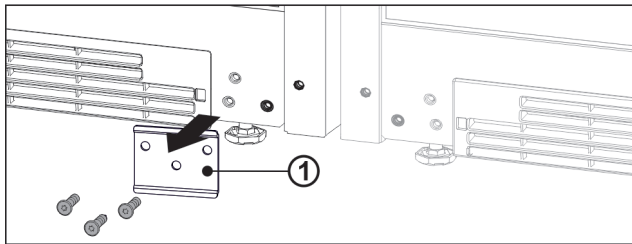

Fig. 14
- ▶ Ha a lemez Fig. 14 (1) fel van szerelve, csavarozza ki azt.